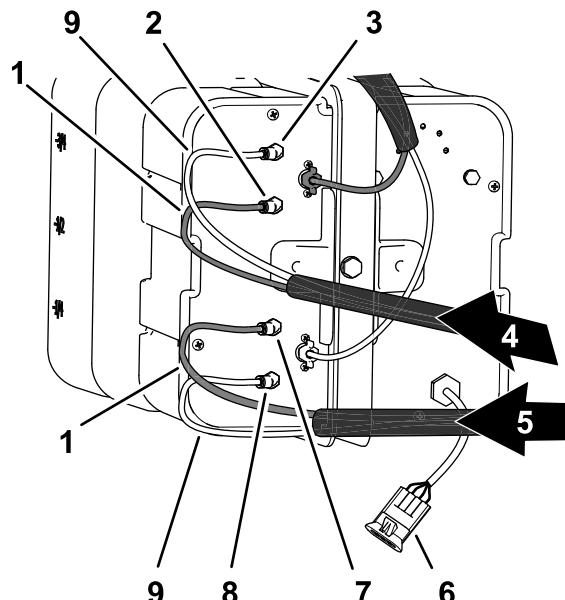

Figura 22
1. Enrute los tubos de espuma del brazo derecho, según se muestra en Figura 22.
2. Introduzca el tubo transparente en el acoplamiento de aire de la chapa lateral del compresor (Figura 22).
3. Introduzca el tubo azul en el acoplamiento de líquido de la chapa lateral del compresor (Figura 22).
4. Enrute los tubos de espuma del brazo izquierdo según se muestra en Figura 22.
5. Introduzca el tubo transparente en el acoplamiento de aire de la chapa lateral del compresor (Figura 22).
6. Introduzca el tubo azul en el acoplamiento de líquido de la chapa lateral del compresor (Figura 22).